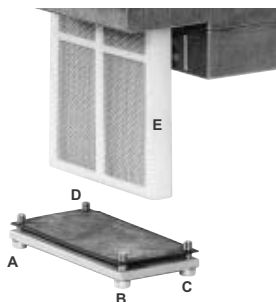

Fig. 46
- 2 Rimuovere le viti A ÷ D (Fig. 46).
- 3 Sostituire la cartuccia del filtro E (Fig. 46).